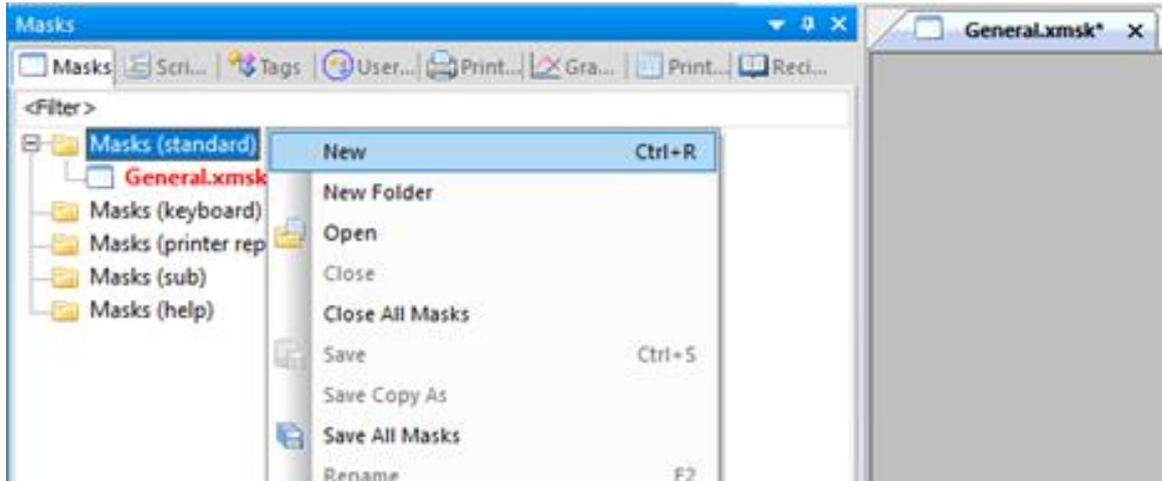

Рис. 52. Добавление маски
6. *Добавьте маску.* В дереве проекта выберите вкладку Mask, нажмите правой клавишей мыши и в диалоговом окне выберите New. Задайте имя маски (рис. 52).